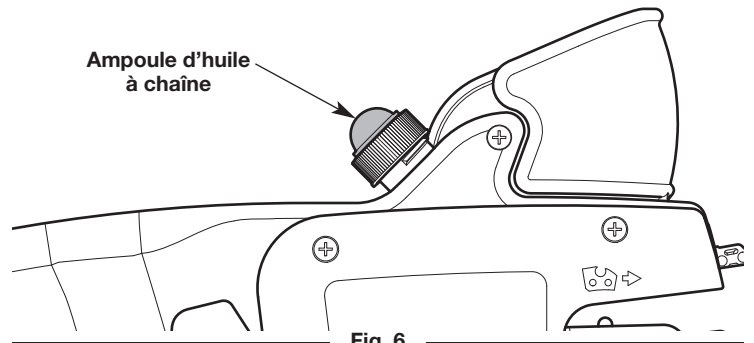

Fig. 6
3. Appuyer sur l'ampoule d'huile à chaîne pour huiler la barre de guidage et la tronçonneuse (Fig. 6).